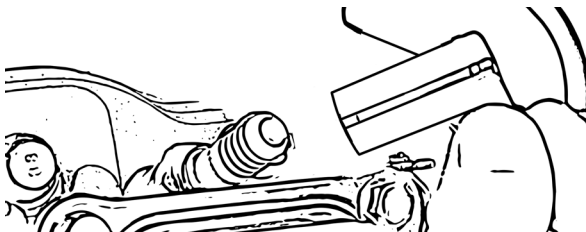

Bild 31
- Skjut in enheten på tändstiftet, bild 31.